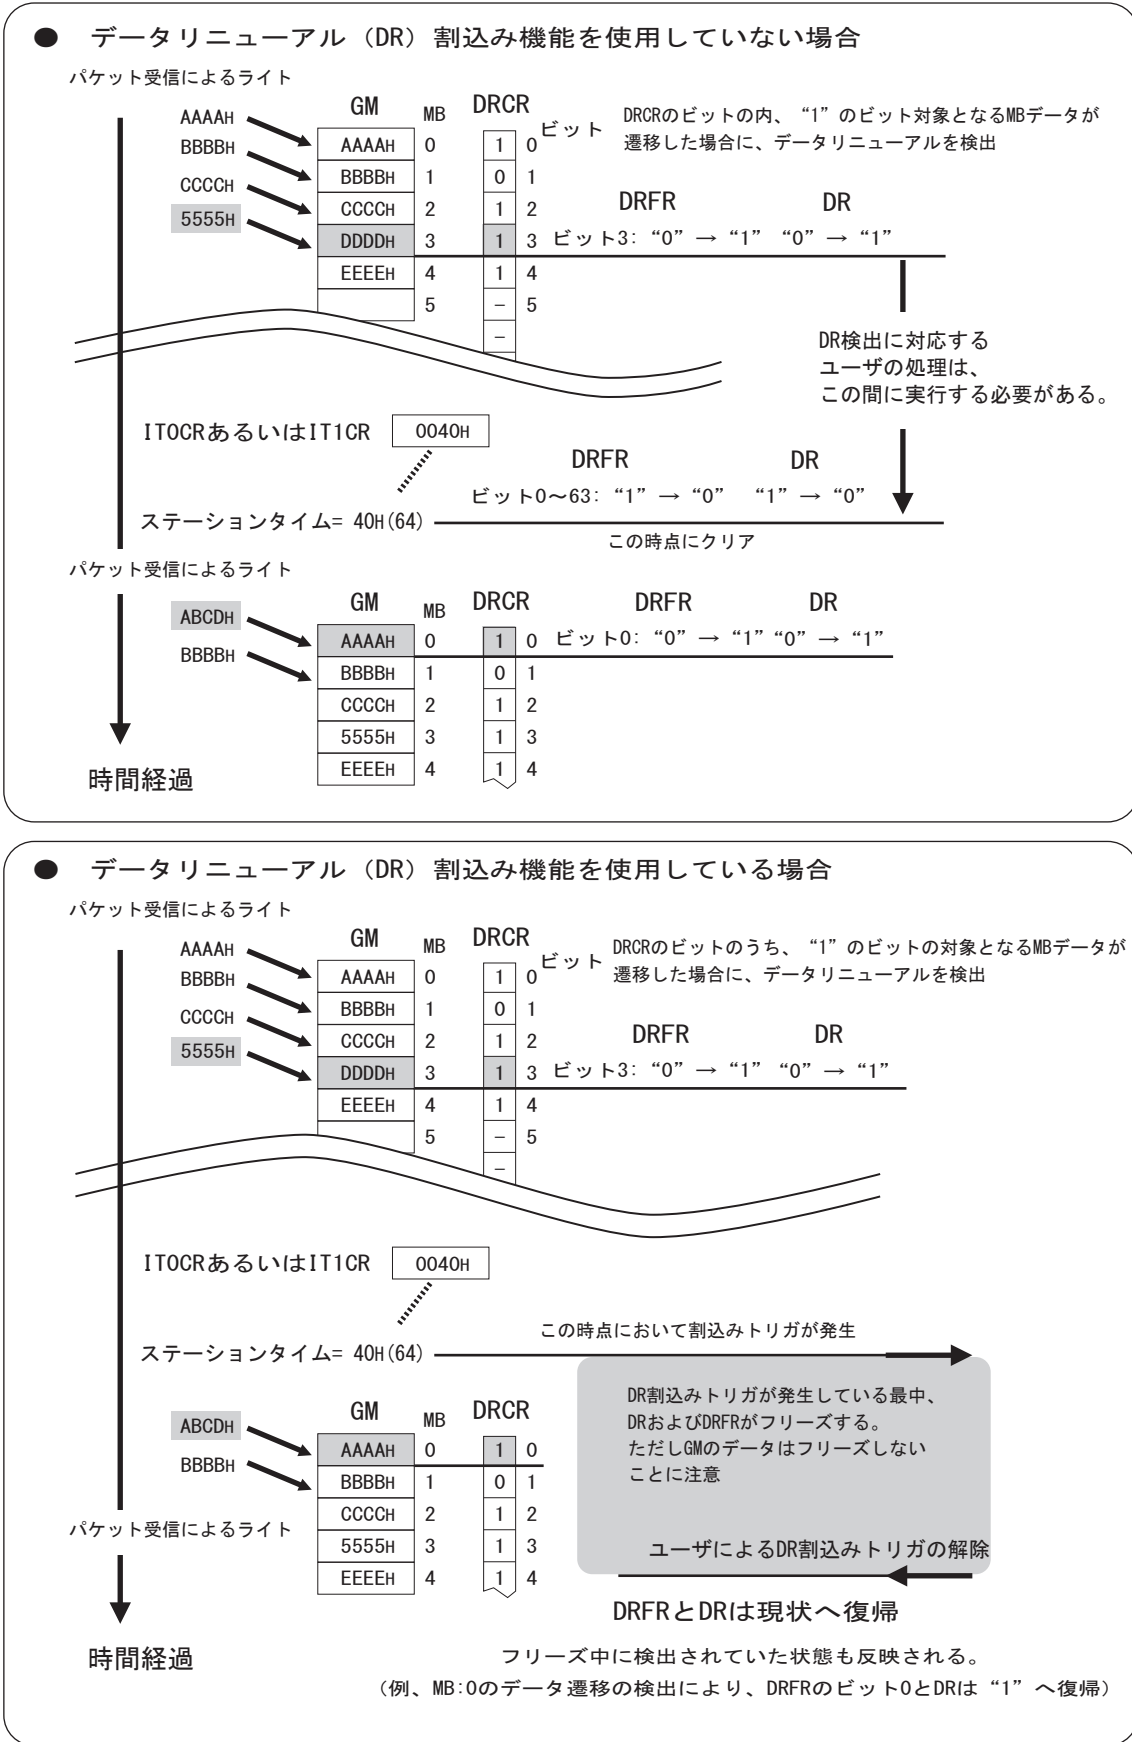

図 4.18 時間経過に対するデータリニューアル検出の概要
SSR (System Status Register) のビット 11 (DR : Data Renewal) および DRFR (Data Renewal Flag Register) の各ビットが“0”から“1”へ遷移するタイミングは、他の CUnet ステーションからのパケットを受信しメモリデータ共有動作に基づくデータ複写 (Copy) のためにグローバルメモリ内のデータが以前と異なる新たなデータに更新された時です (図 4.18 参照)。
SSR のビット 11 (DR) および DRFR の各ビットが“1”から“0”へ遷移するタイミングは、MKY40 利用の環境によって以下の3つのいずれかです (図 4.18 参照)。
- ① IT0CR のビット 8～14 へライトされている時刻 (INT1CR の DR ビットが“1”の場合は、IT1CR のビット 8～14 へライトされている時刻) の先頭時期です。“4.5.6 割込みトリガ発生時期指定の注意”および“4.5.7 DR (Data Renewal) 割込みトリガ利用上の注意”に記述されているデータリニューアル割込みの発生タイミングも参照してください。
- ② ただし、“4.5 割込みトリガ発生機能”に記述されているデータリニューアル割込みトリガがアクティブとなった場合は即座に“0”へ遷移せず、一旦フリーズ (その時の状態が継続) します。その後ユーザのレジスタ操作によってデータリニューアル割込みトリガの発生を解除した時点において、その時点の状況が DRFR へ反映されます。詳細については“4.5.8 割込みトリガ発生に連動するレジスタのフリーズ”を参照してください。
- ③ “4.4.9 GMM (Global Memory Monitor) 機能”に記述されている SCR (System Control Register) のビット 15 (GMM) が“1”である時は、“1”から“0”へ遷移するタイミングはサイクルの先頭 (ステーションタイム = 0) です。これは、GMM として利用している MKY40 に自己ステーションの時刻が存在しないことに起因します。